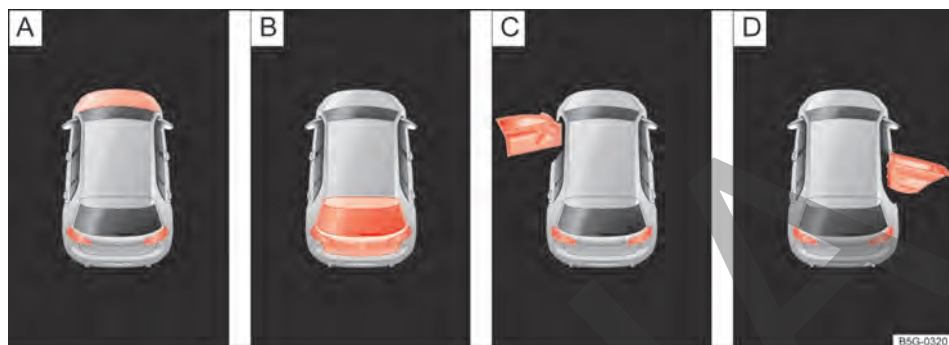

Fig. 12 En la pantalla del cuadro de instrumentos: indicaciones sobre el estado del capó del motor, del portón del maletero y de las puertas.
Leyenda de la **fig. 12**:
- Puertas, capó del motor y portón del maletero abiertos → **fig. 12**
Tras desbloquear el vehículo y durante la marcha, en la pantalla del cuadro de instrumentos se muestra si alguna de las puertas, el capó del motor o el portón del maletero están abiertos → **fig. 12** y, dado el caso, también se indica con una señal acústica. Según la versión del cuadro de instrumentos, la representación puede variar.